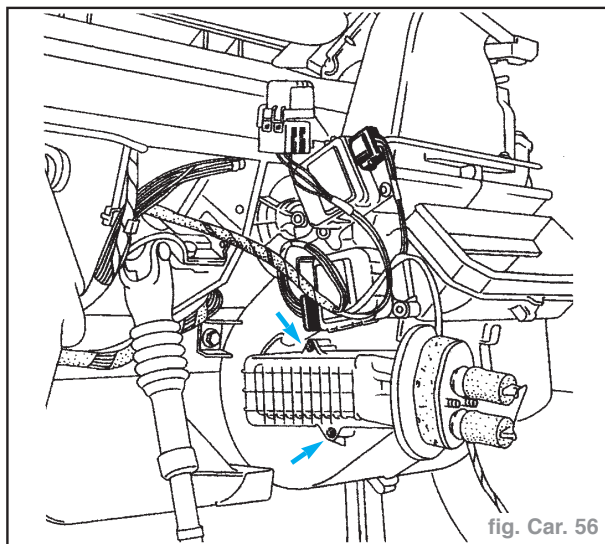

fig. Car. 56
- Enlever les 2 vis de fixation de l'aérotherme concerné et le sortir transversalement en prenant garde de ne pas abîmer les ailettes (fig. Car 56).